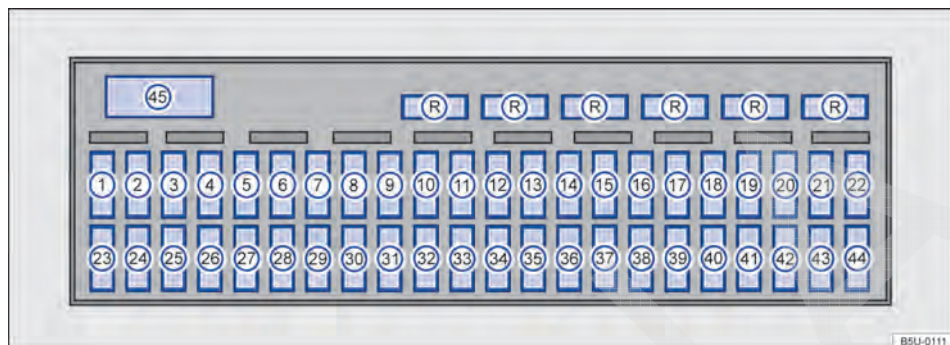

Fig. 166 Caixa de fusíveis.
A Volkswagen recomenda manter sempre no veículo alguns fusíveis de reserva, que podem ser alojados na parte superior da caixa de fusíveis → Fig. 166 (R) (como, por exemplo, fusíveis de 5 A, 10 A, 15 A, 20 A, 25 A e 30 A para veículos sem ar-condicionado ou 40 A para veículos com ar-condicionado).